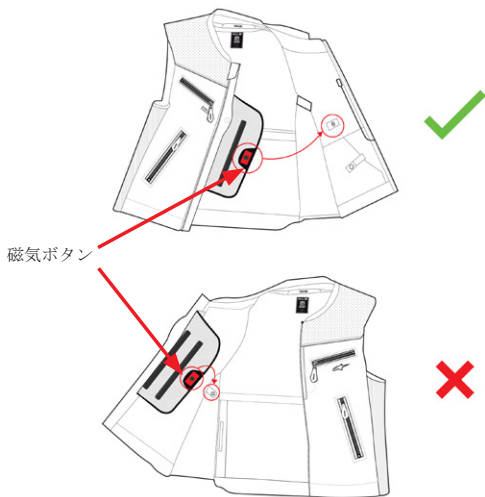

図9
1. システムを装着し、胸部の磁気ボタン (9) とベストにある磁気ボタン左 (11) を接続して、胸部にあるエアバッグを固定します (図 9)。